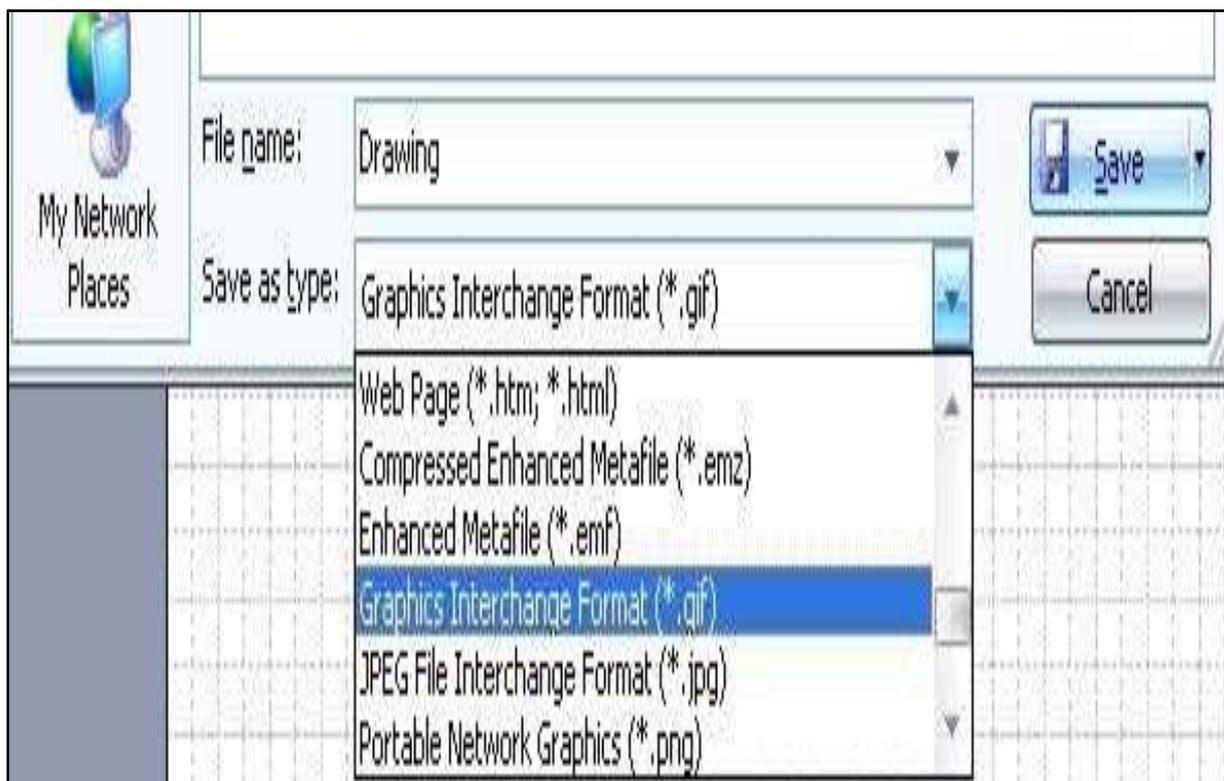

Рис. 63. Выбор форматов файлов
2) в формате \*.gif - в диалоговом окне «Сохранение» в поле “*Save as type:*” выбрать тип файла Graphics Interchange Format (\*.gif), рисунок 63: